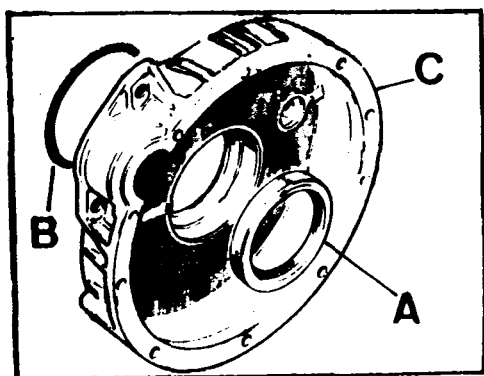
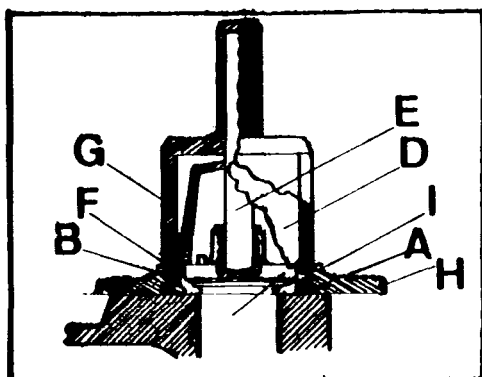

Fig. A1-99 Retén trasero del cigueñal y anillo tórico
Fig. A1-100 Montaje del retén trasero del cigueñal
- 1.5. Desmontar el retén, A (Fig. A1-99) y el anillo, B.
- 2.2. Instalar el anillo tórico, B (Fig. A1-99) sobre la canal de la cara de apoyo del cárter del volante, C, aplicando a éste una capa de grasa con base de litio tipo fluida y asegurarse de que dicho anillo sobresale del plano de la cara de apoyo del cárter (ver detalle, A, Fig. A1-100).
- 2.4. Limpiar perfectamente el alojamiento del retén trasero, B (Fig. A1-100) y el muñón del cigueñal, C.
- 2.5. Situar el mandril, 193651, D (Fig. A1-100) sobre el muñón del cigueñal, C, y asegurar su posición introduciendo la guía del útil, 193669, E (Fig. A1-100) en el casquillo del cigueñal. Aplicar una capa de MOLYKOTE-A al 25% en aceite SAE-20, sobre la superficie de roce del muñón, C, con el retén y sobre el diámetro exterior del mandril, D.
- 2.6. Introducir sobre el mandril un retén nuevo, ref. UKC 0467, F (Fig. A1-100) el cual habrá estado dos horas sumergido en aceite SAE-20. Instalar sobre la guía, E, el introductor, G, 193669, y empujar con éste al retén, hasta que inicie su entrada en el cárter, H.
- 2.7. Empleando una maza de plástico, se botará el introductor hasta que la cara posterior del retén quede al ras con la cara, I, del cárter (Fig. A1-100). En el transcurso de esta operación, se observará que el retén entra perpendicular y que no sufre ningún deterioro.
- NOTA: Si el muñón del cigueñal, C (Fig. A1-100) presentara algún desgaste, se desplazará el retén hacia adentro, hasta conseguir que el labio de obturación de éste, no haga contacto con dicho desgaste.